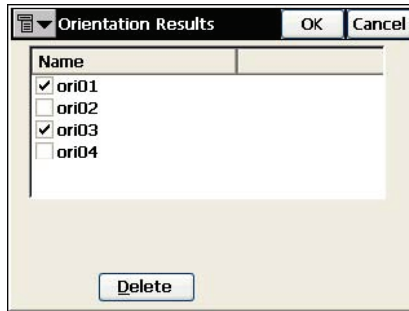

Figura 5-42. Eliminar puntos de orientación
-  : abre la pantalla **Orientation Results** para borrar los puntos de orientación seleccionados (Figura 5-42).